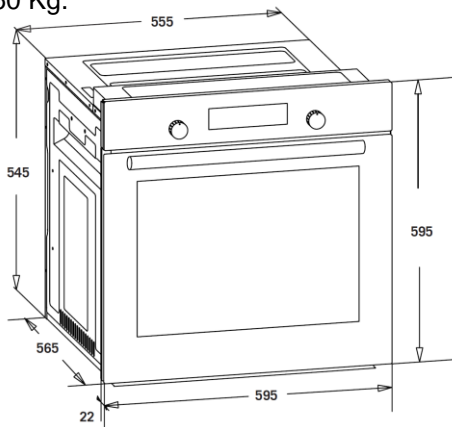

Figura 3
- Las dimensiones del horno se indican en la Figura 3.